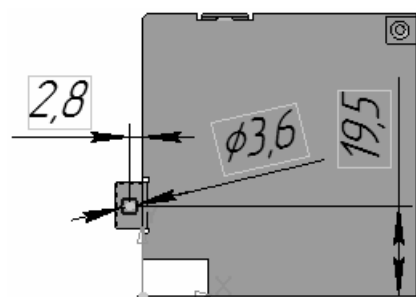

Рис. 7.29. Эскиз отверстия в сгибе №4
32. Постройте эскиз отверстия в сгибе №4 (рис.7.29). Параметры операции **Открытая штамповка** такие же, как для отверстия в сгибе №2.